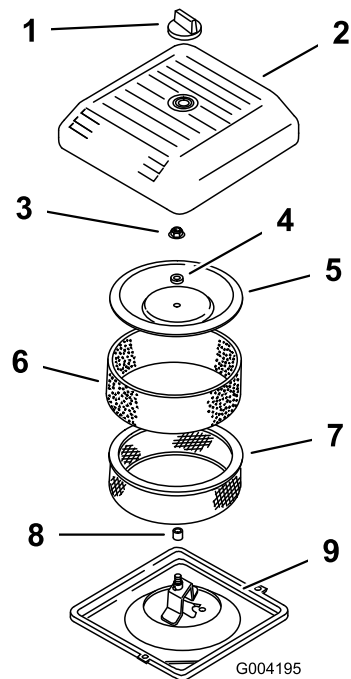

図 144
3. エアクリーナのカバーを固定しているノブを外し、カバーを取り出す(図 144)。
4. ペーパーエレメントについているスポンジエレメントを注意深く外す(図 144)。
5. カバーナットを外し、カバー、スペーサ、ペーパーエレメントを外す(図 144)。